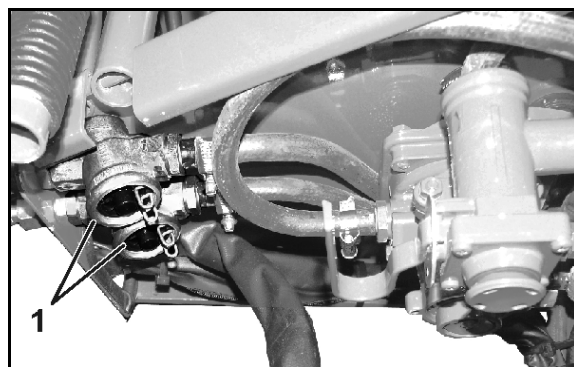

Fig. 144
1. Apertar a pe a de fecho (Fig. 144/1) nas duas patilhas.
4. Apertar a pe a de fecho (Fig. 144/1) nas duas patilhas.